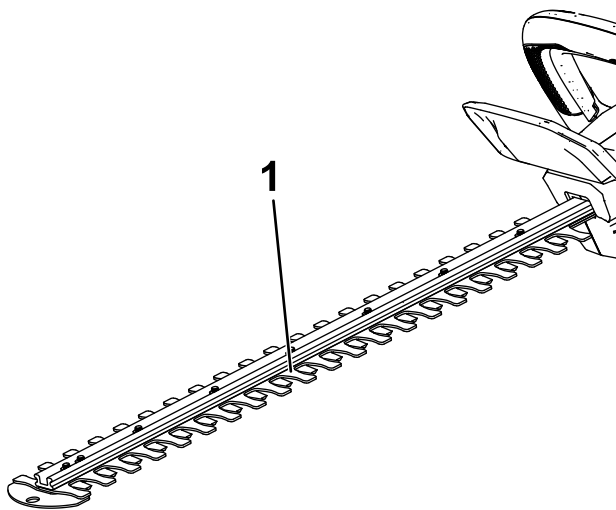

Figura 11
3. Aplique aceite ligero para máquinas (por ejemplo, n.º 10) a lo largo del borde de las cuchillas superiores (Figura 11).